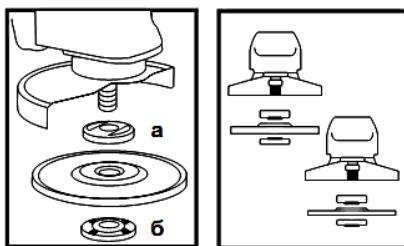

Рисунок 2
5.4 Установите на изделие шлифовальный либо отрезной диск. Для этого нажмите на кнопку фиксации шпинделя (1) и поверните шпиндель до такого положения, при котором он зафиксируется. С помощью вилочного ключа из комплекта изделия отверните и снимите зажимную гайку (б) (смотрите рисунок 2). Установите шлифовальный диск на посадочное место фланцевой шайбы (а) (рисунок 2), нажмите рукой зажимную гайку на шпиндель и затяните ее ключом из комплекта изделия.